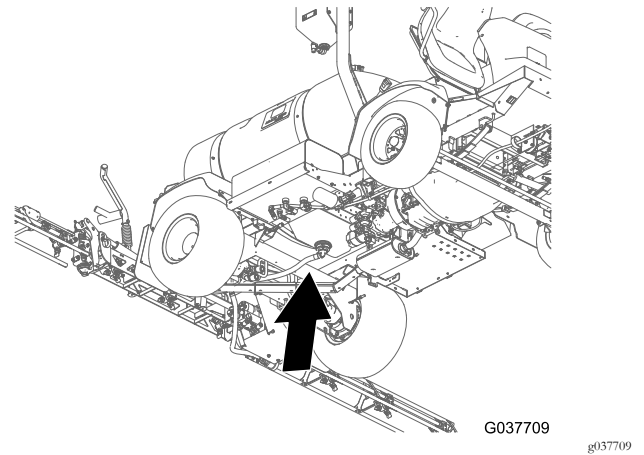
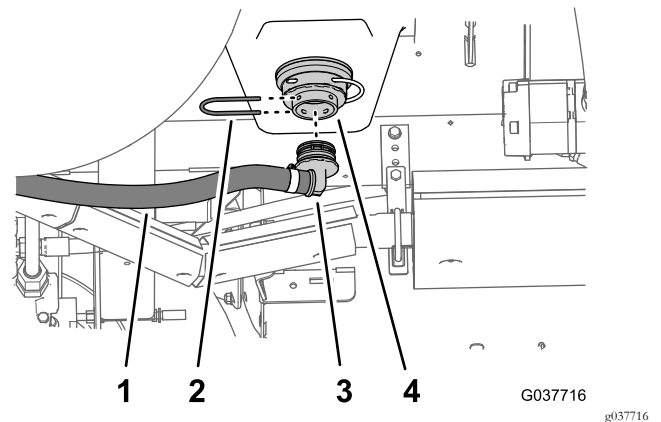

Figura 75
Figura 76
4. Monte a união a 90° do tubo de drenagem (2,5 x 67 cm) com a união do adaptador na parte inferior do depósito do pulverizador (Figura 75 e Figura 76).
5. Prenda a união de 90° na união do adaptador com o retentor (Figura 76) que retirou no passo 1 de Retirar os tubos de distribuição e drenagem (página 15).